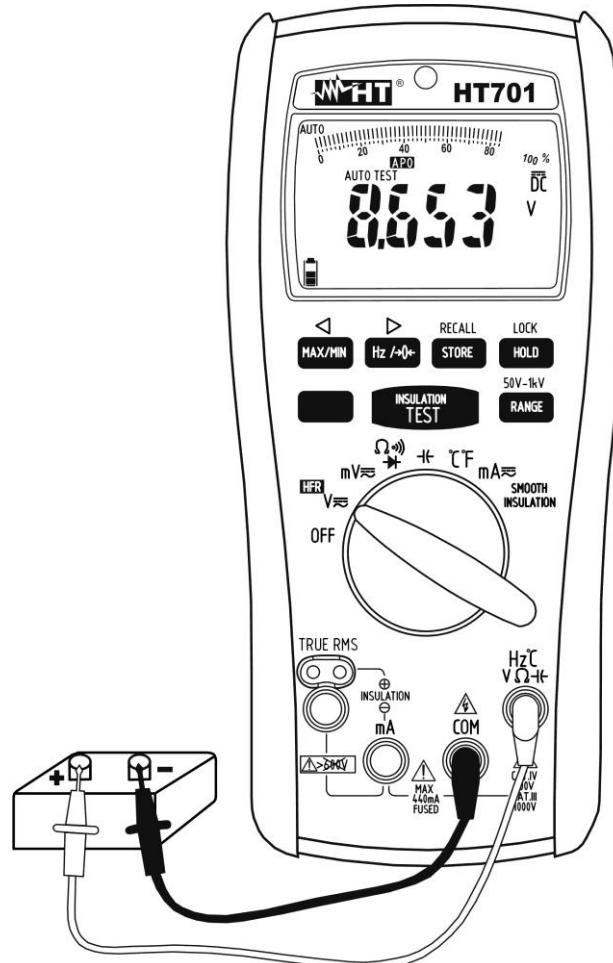

Fig. 2 : Utilisation de l'instrument pour mesure de tension DC
4. Insérer le câble rouge dans l'entrée du jack **Hz°CVΩHz** et le câble noir dans l'entrée du jack **COM** (voir la Fig. 2).
7. L'affichage du symbole « - » sur l'écran de l'instrument indique que la tension a une direction opposée par rapport à la connexion de Fig. 2.